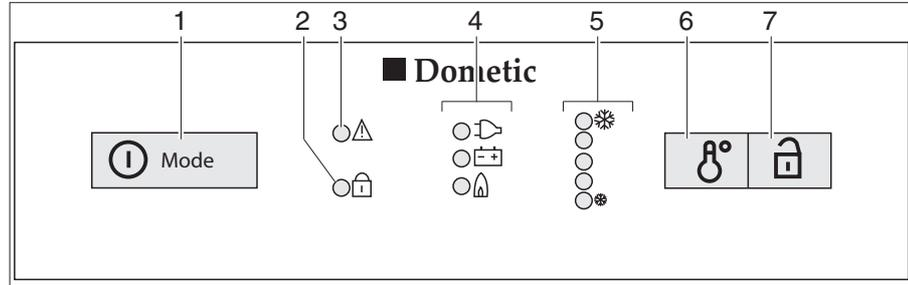

Bild 133 Bedienelemente für den Kühlschrank (Dometic 8er-Reihe mit MES)
- Den Einschalter/Energie-Wahlschalter (Bild 133,1) 2 Sekunden lang drücken, um das Gerät einzuschalten. Die LED der zuletzt gewählten Betriebsart leuchtet auf.
- Ggf. den Einschalter/Energie-Wahlschalter (Bild 133,1) mehrmals kurz drücken, bis die Betriebsanzeige Gas "🔥" aufleuchtet. Die Gaszufuhr ist geöffnet. Der Zündvorgang erfolgt automatisch. Ein tickendes Geräusch ist hörbar, bis der Zündvorgang erfolgreich abgeschlossen ist.
- Die Kühltemperatur mit dem Schalter für die Temperatureinstellung (Bild 133,6) einstellen.
- Ggf. den Einschalter/Energie-Wahlschalter (Bild 133,1) mehrmals kurz drücken, bis die Betriebsanzeige 230 V "⏏" aufleuchtet.
- Ggf. den Einschalter/Energie-Wahlschalter (Bild 133,1) mehrmals kurz drücken, bis die Betriebsanzeige 12 V "⏏" aufleuchtet.